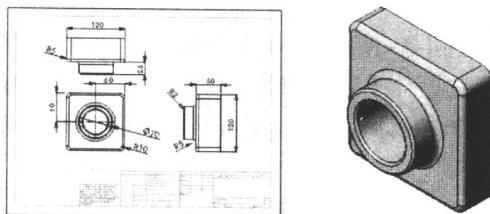

图 1-1-1 3D 图和 2D 图
1. 用 SolidWorks 不仅可以生成 2D 工程图，而且还可以生成 3D 零件模型。你可以画出 3D 效果的零件图，而不是二维的图纸。你可以用这些 3D 零件生成二维的图纸和三维的装配图（如图 1-1-1 所示）。